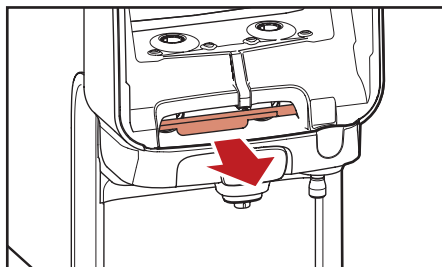

Fig. 5.3 - Tirar de la barra de entrega roja
3. Tirar de la barra de entrega roja para abrir el vano de las boquillas (fig. 5.3).
- a. Tirar de la barra de entrega roja para abrir el vano de las boquillas (fig. 5.3).